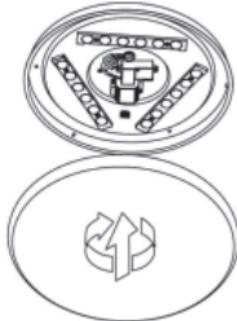

fig.5
- 7. fig. 5:** Coloque a cúpula na placa de base (sistema de bloqueio de baioneta).